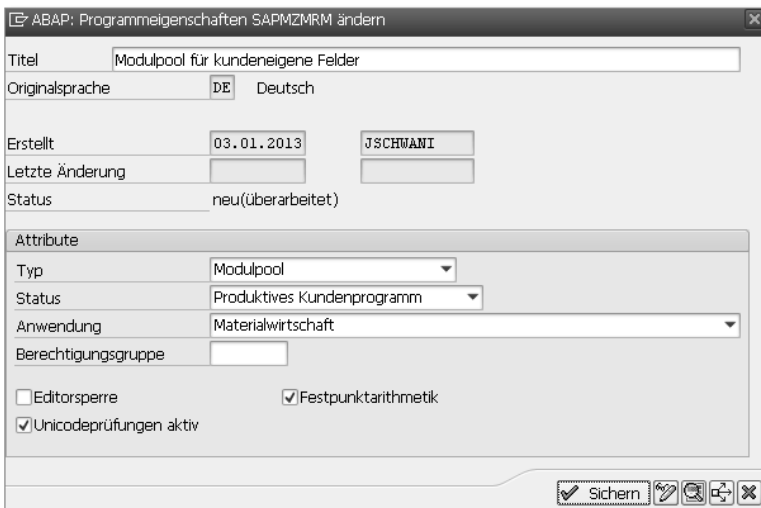

Abbildung 6.3 Modulpool zur Aufnahme des Dynpros
1. Starten Sie Transaktion SE80, und legen Sie ein neues Programm an. Für das Beispiel wurde der Name SAPMZMRM und als Programmtyp ein MODULPOOL verwendet (siehe Abbildung 6.3).